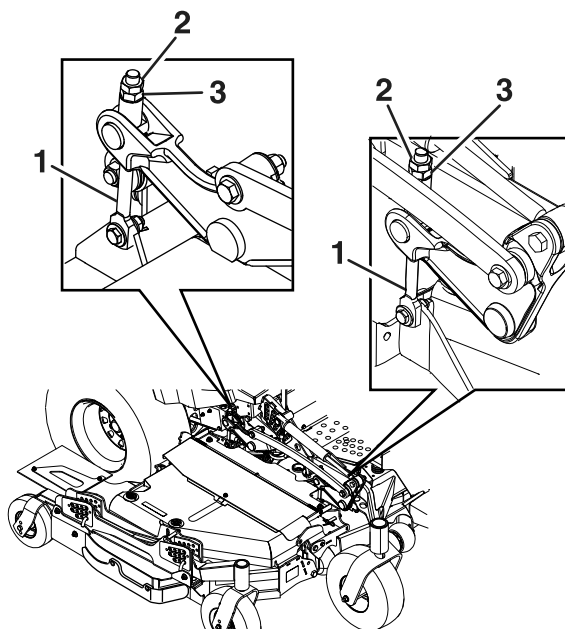

Figura 73
Afloje las contratuercas de la parte superior de cada pletina de ajuste de la carcasa. Gire la tuerca de ajuste del conjunto de elevación de la carcasa delantera para obtener la altura correcta para las puntas delanteras de las cuchillas izquierda y derecha de la carcasa central (Figura 73).
5. Si los 4 mecanismos de ajuste de la carcasa (Figura 73) no tienen holgura suficiente para lograr la altura de corte precisa con la inclinación necesaria, puede utilizarse el sistema de ajuste de un solo punto.
6. Para ajustar el sistema de un solo punto, primero afloje los pernos de montaje delantero y trasero de la placa de altura de corte (Figura 73)